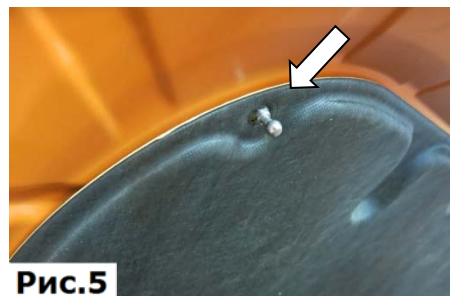

Рис.5
5. Установить обшивку капота на место. (Рис.5).